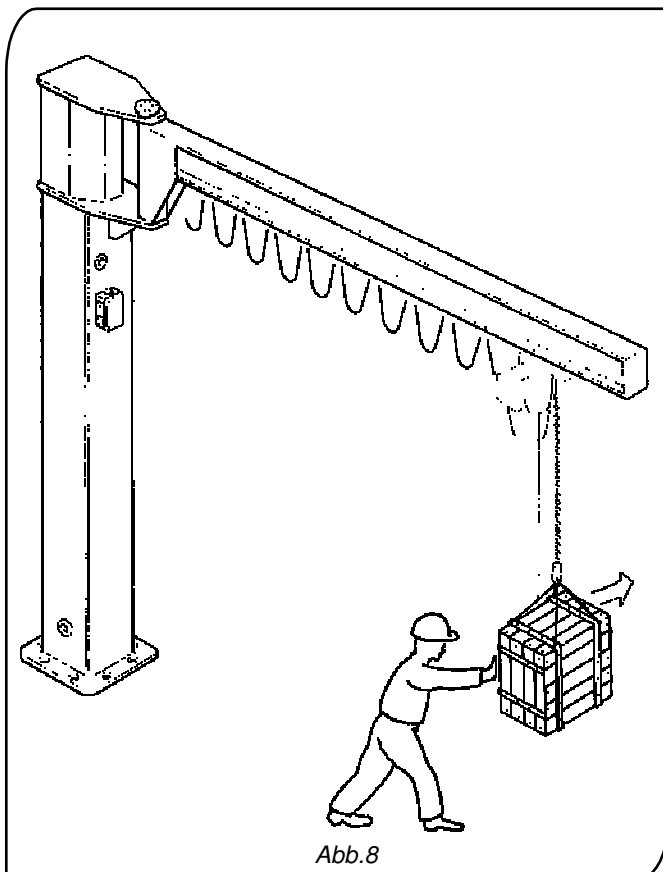

Abb. 8
4. In allen Fällen wird die **Drehbewegung des Kran-Arms**, sowohl im Uhrzeigersinn als auch gegen den Uhrzeigersinn, manuell durch **Anschieben** und Verschwenken **der Last** aktiviert (Abb. 8).